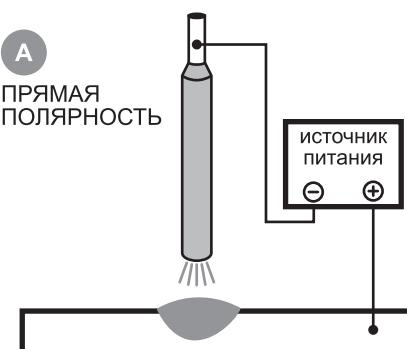

Рис.5 Способы подключения сварочных кабелей
**Прямая полярность** (Рис.5А) — электрод присоединяется к отрицательному полюсу источника питания дуги, а объект сварки — к положительному.
**Обратная полярность** (Рис.5В) — электрод присоединяется к положительному полюсу источника питания дуги, а объект сварки — к отрицательному.